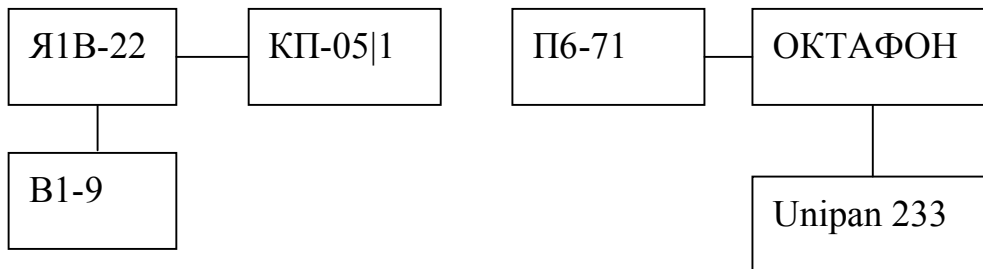

Рис. 3
- 1 Собрать схему соединений согласно рис. 3, используя аппаратуру рабочего эталона РЭНЭП-05Г/30М.